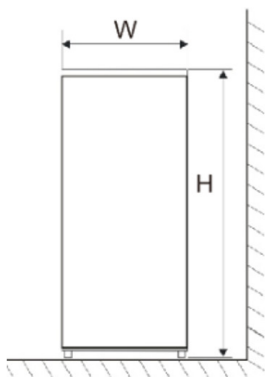

Рис. 1
**Примечание:** во время работы холодильник выделяет тепло, поэтому необходимо обеспечить зазор 30 мм над холодильником, 100 мм - от боковин и 50 мм от задней стенки холодильника. На рис. 1 и 2 показана схема размещения холодильника и его габариты в мм.